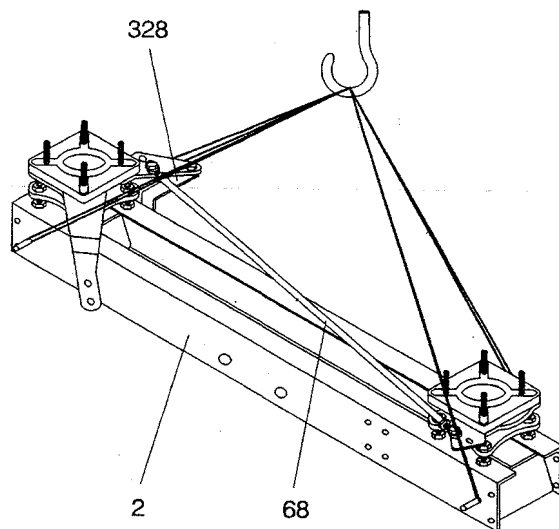

Рисунок 12: Установка разъединителя. Транспортировка рамы разъединителя (2) при монтаже на опорной конструкции
2. При монтаже на опорной конструкции : используя чалки, установите основание разъединителя(2) на опорную конструкцию — Рис. 12